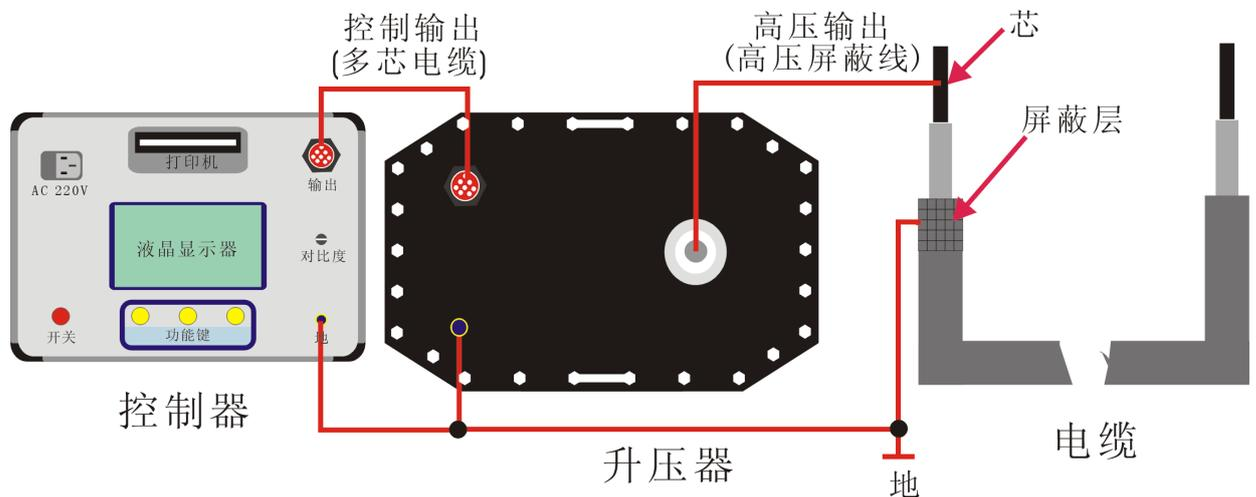

图 13 单相测量连线图
6. 用随机附带的专用柔性连接电缆将试验设备与试品电缆按图 13 所示的方法相连接。合上电源，设定好试验频率、时间和电压以及高压侧的过